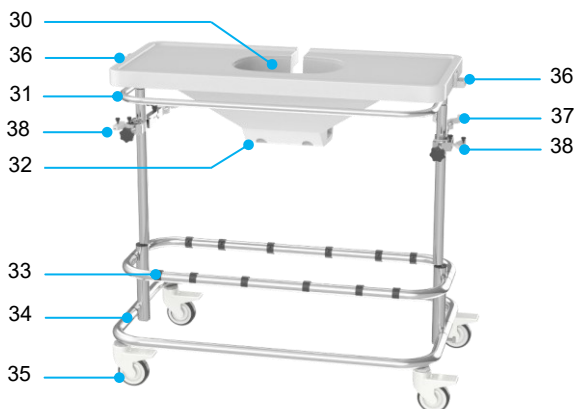

Figura 8 Carrinho
A unidade térmica e as duas unidades de bomba são montadas em um carrinho (Figura 8). O carrinho é equipado com rodízios com freios e barra de condução para permitir o transporte intra-hospitalar.
- Posicione o carrinho corretamente e acione os freios dos rodízios (Figura 8, item 35).
- Coloque o reservatório do fígado na cavidade da bancada do Liver Assist (Figura 8, item 30).
- Oriente o tubo azul em direção ao lado portal (VP) e o tubo vermelho em direção ao lado arterial (AH)
- Coloque o sensor de pressão nos suportes em cada lateral da bancada (Figura 8, item 36).
- Coloque os oxigenadores nos suportes do carrinho (Figura 8, item 37) pressionando-os na braçadeira (Figura 11).